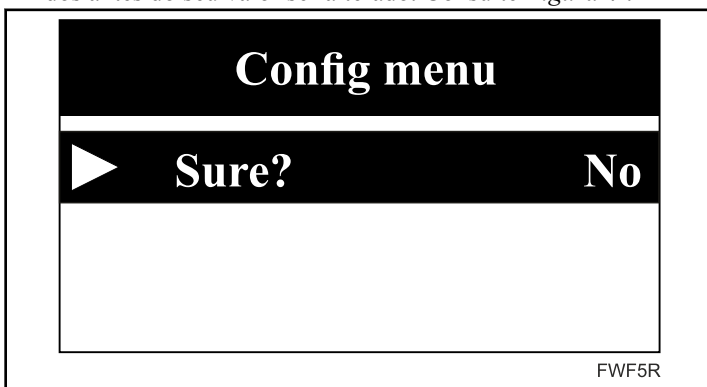

Figura 4
- Determinados itens essenciais do menu têm de ser confirmados antes do seu valor ser alterado. Consulte *Figura 4*.